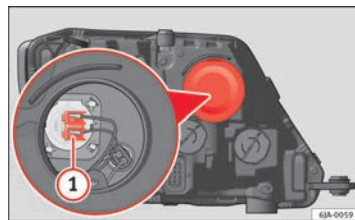

Fig. 148 Cambio de lámpara de la luz de carretera
- Extraiga el conector ⇒ fig. 148 ① tirando hacia afuera.